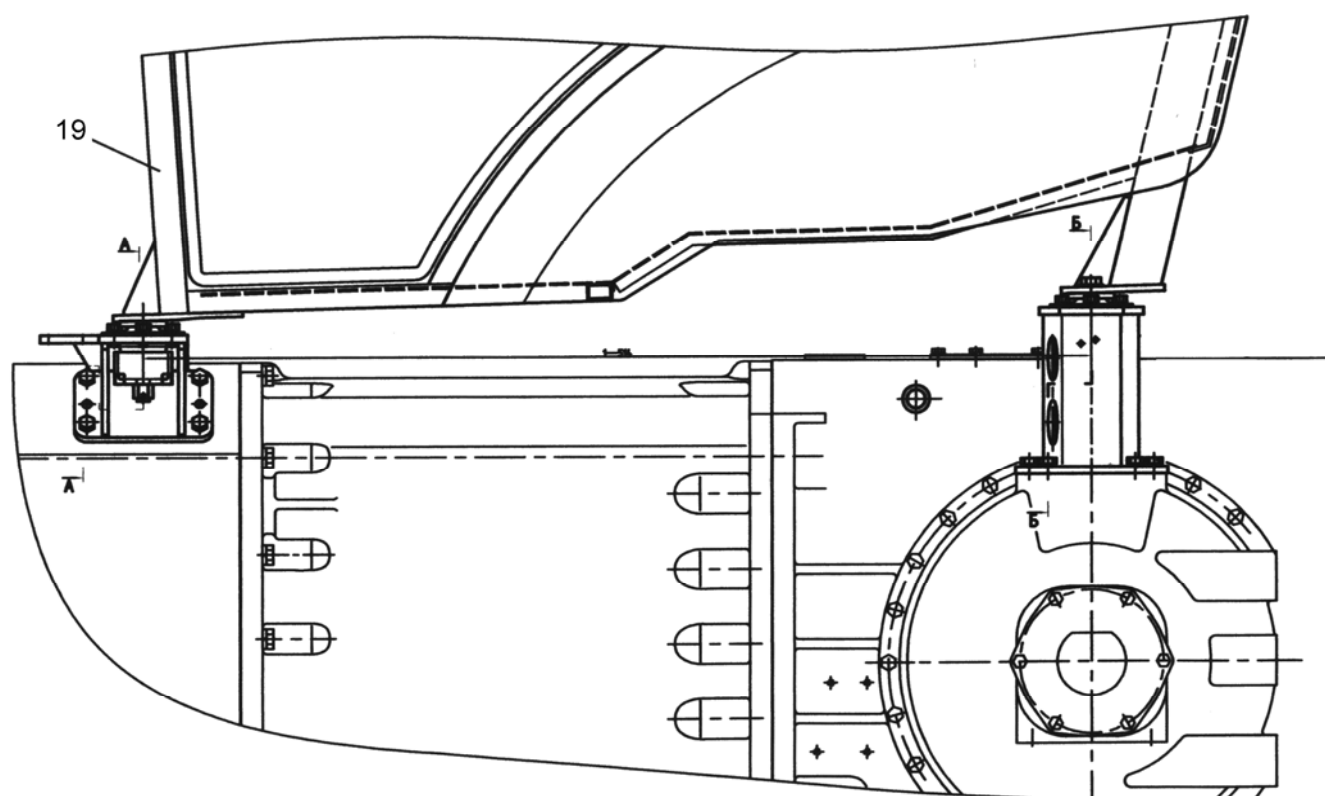

Рис.7.7
14) снимите кабину (19), (рисунок 7.7), после чего установите ее на подставку.